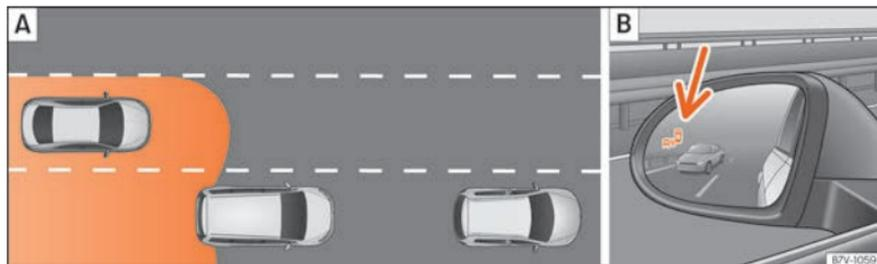

Fig. 273 Esquema: **A**) Situação numa ultrapassagem com trânsito na parte traseira. **B**) Indicação do assistente de ângulo morto no retrovisor exterior esquerdo.
Nas seguintes situações mostra-se uma indicação no retrovisor exterior »» **Fig. 273 B** (seta) ou »» **Fig. 274 B** (seta):
- Quando se é ultrapassado por outro veículo »» **Fig. 273 A**.